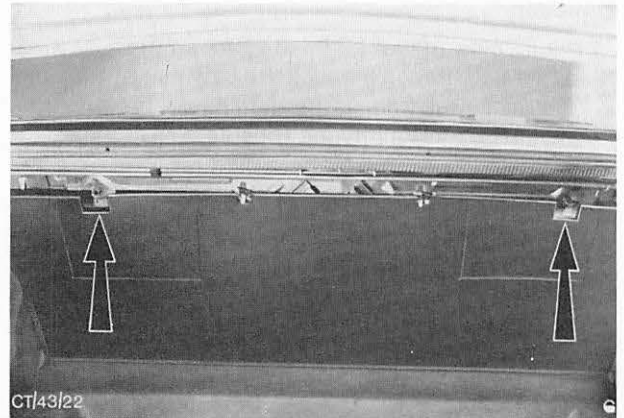

Abb. 54 Die vom Kofferraum her zugänglichen Befestigungsmuttern der Hintersitzlehne.
3. Im Kofferraum Muttern (2 Stück) von den Stiftschrauben der Lehne entfernen, Abb. 54.